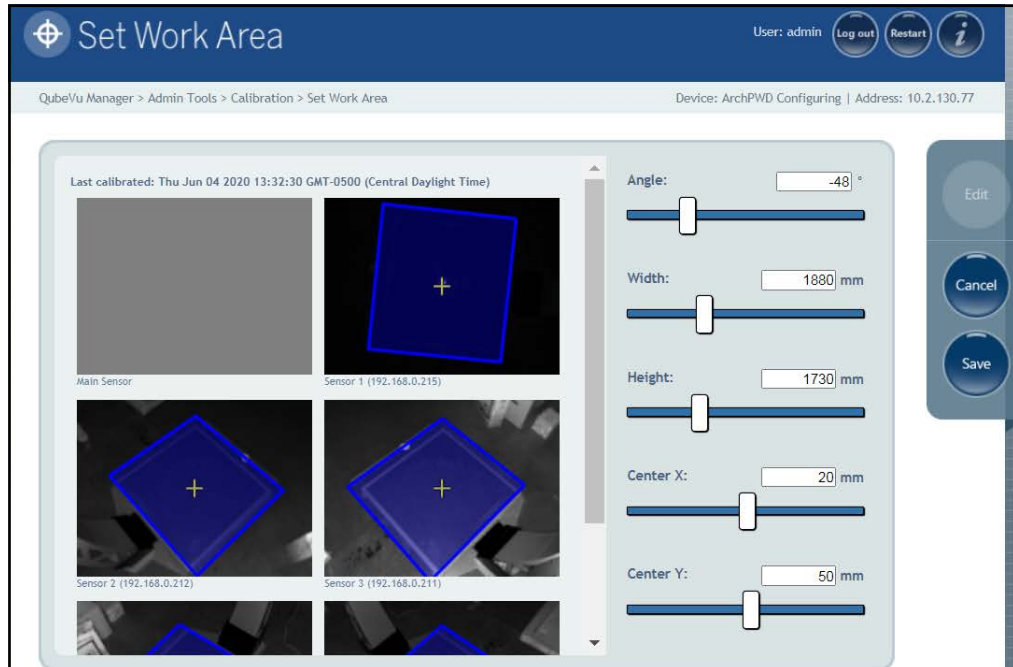

Figura 5-16. Configurazione dell'area di lavoro
**NOTA:** i valori predefiniti indicati nella Figura 5-16 sono solo di riferimento. Consultare la Tabella 5-2 per i valori predefiniti.